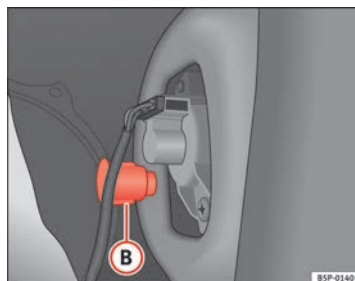

Fig. 190 Luz de población/freno
- Desenrosque la pieza de plástico ⇒ fig. 190 (B) que fija el piloto. Para iniciar el giro puede servirle de ayuda insertar un destornillador en dicha pieza.